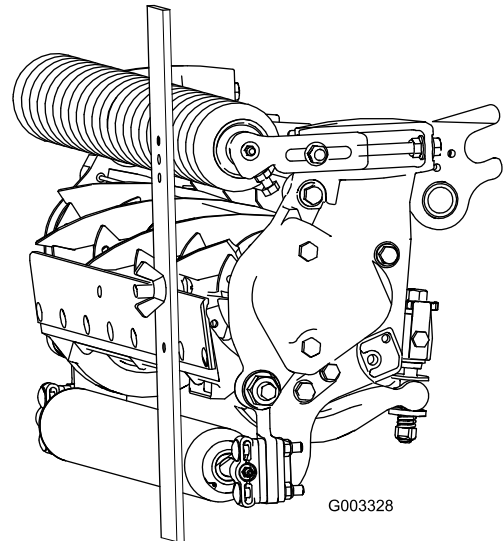

Figura 20
3. Enganche la cabeza del tornillo sobre el filo de la contracuchilla y apoye el extremo trasero de la barra sobre el rodillo trasero (Figura 20).
4. Gire el tornillo de ajuste hasta que el rodillo delantero entre en contacto con la barra de ajuste (Figura 20). Ajuste ambos extremos del rodillo